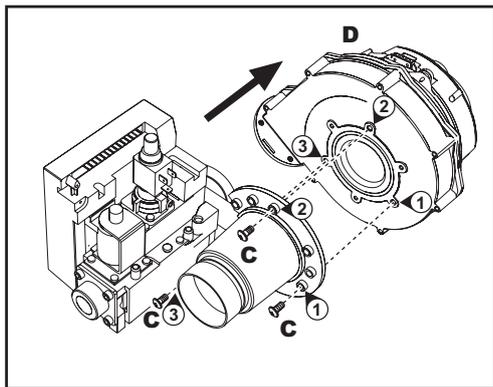

fig. 52 - modelo **ENERGY TOP B 125 - 250**
6. Desenroscar los tornillos "C" y retirar el ventilador "D" (fig. 52 - sólo modelo **ENERGY TOP B 125 - 250**).